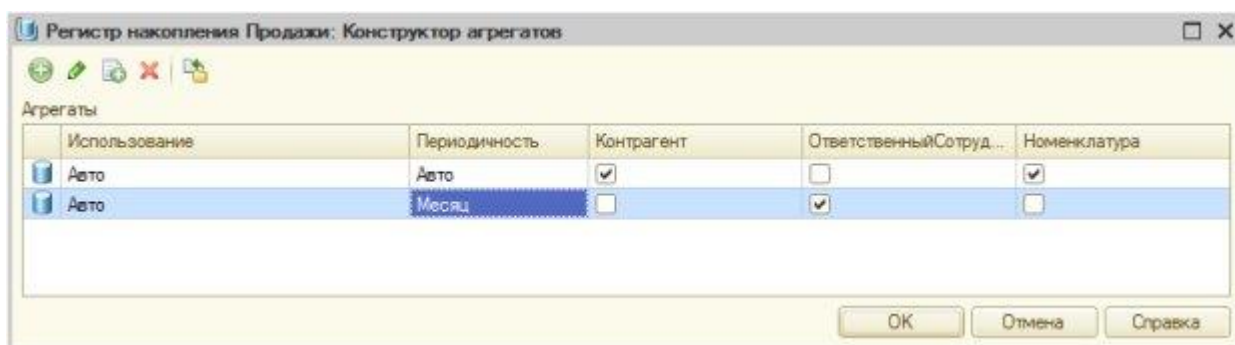

Рисунок 17.3- Конструктор агрегатов
3. По нажатию на эту кнопку можно открыть окно **Конструктора агрегатов** (рисунок 17.3.), где можно добавлять новые агрегаты, настраивать состав измерений регистра, входящих в агрегаты, а так же их свойства. При установленной периодичности **Авто** система сама подбирает подходящую периодичность для агрегата. Мы установили такую периодичность для агрегата, в который входят сведения по измерениям **Контрагент** и **Номенклатура**.